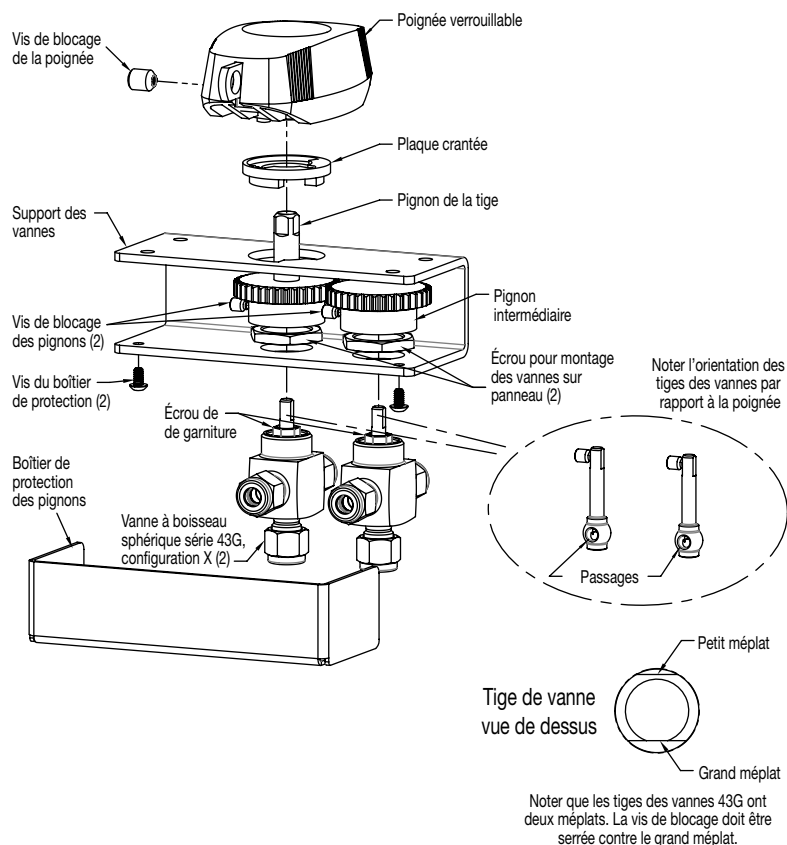
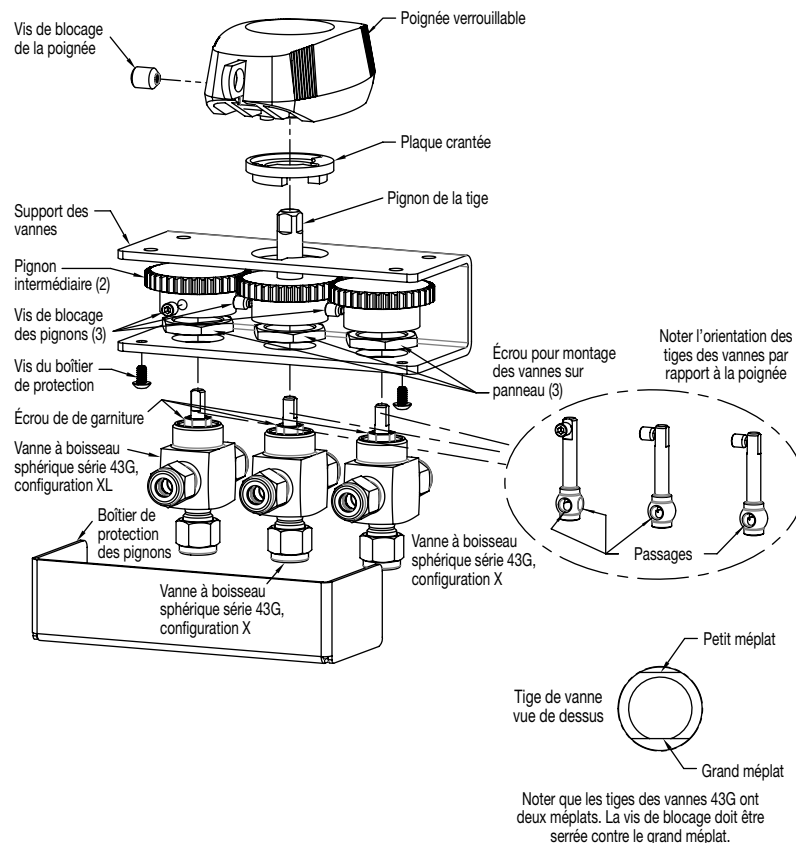

Fig. 9 : Vue éclatée d'un ensemble GSM à 2 vannes
Fig. 12 : Vue éclatée d'un ensemble GSM à 3 vannes
2. Retirez la poignée et la plaque crantée en desserrant la vis de blocage de la poignée. Reportez-vous à la figure 9 pour les ensembles à 2 vannes et à la figure 12 pour les ensembles à 3 vannes.
3. Sans faire tourner les pignons, fixez l'ensemble à l'arrière du panneau à l'aide de (4) vis mécaniques UNC 1/4-20 (non fournies).
Il n'est pas obligatoire de démonter les vannes du support. Reportez-vous à la figure 9 pour les ensembles à 2 vannes et à la figure 12 pour les ensembles à 3 vannes.